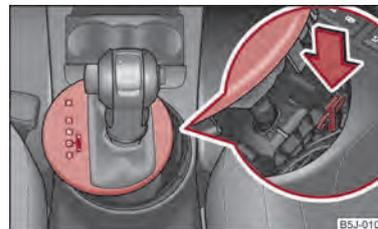

Fig. 86 Desbloqueo de emergencia de la palanca selectora
- Presione hacia abajo la parte de plástico amarilla con el dedo => fig. 86.